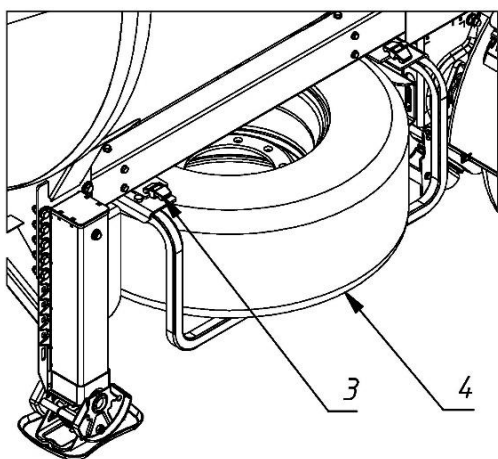

Рис. 2.17 - Корзина под два запасных колеса
Устройства удержания запасного колеса, устанавливаемые на полуприцепы представлены двумя типами: кронштейном запасного колеса с лебёдкой (рис. 2.16) и корзиной под 1 или 2 запасных колеса (рис. 2.17).
Корзина запасного колеса (1) (см. рис. 2.17) представляет собой конструкцию из металлических профилей, между которыми находится опорная площадка с фиксаторами (2) запасного колеса (4). Корзина устанавливается под рамой полуприцепа и фиксируется в четырёх точках. Для снятия запасного колеса необходимо выкрутить фиксатор.